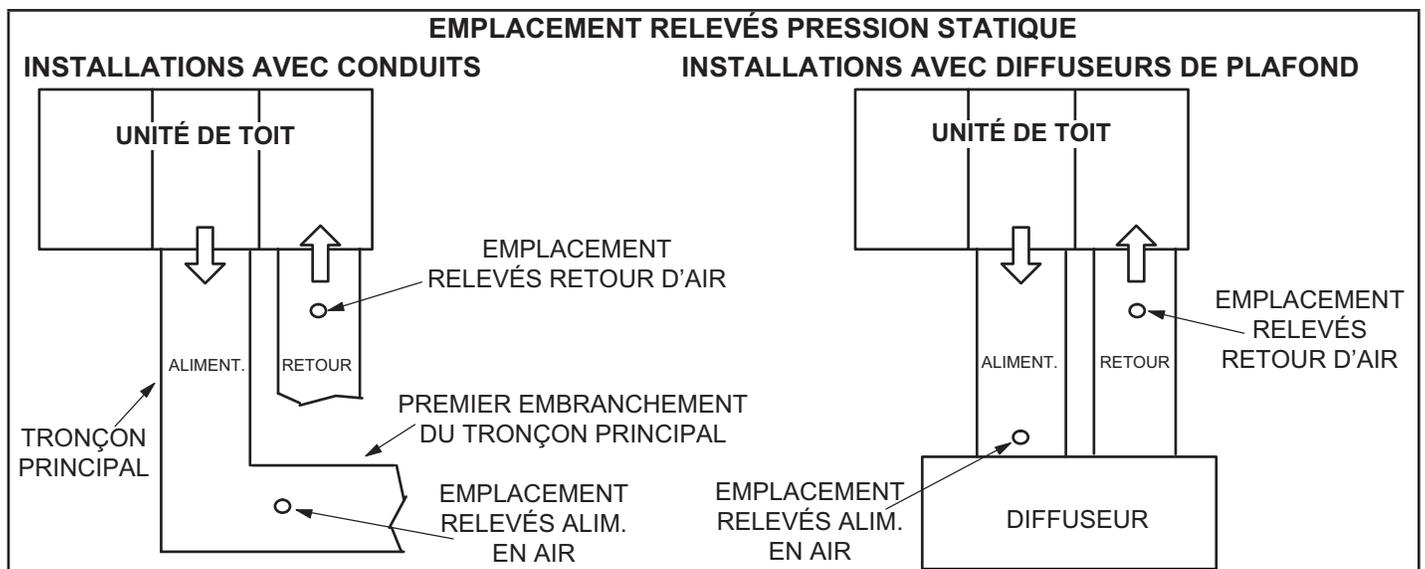

FIGURE 14
- 2 - Avec tous les panneaux d'accès en place, mesurez la pression statique à l'extérieur de l'unité (depuis l'alimentation jusqu'au retour). Les données de rendement du ventilateur sont basées sur les mesures de pression statique réalisées aux endroits indiqués à la FIGURE 14.